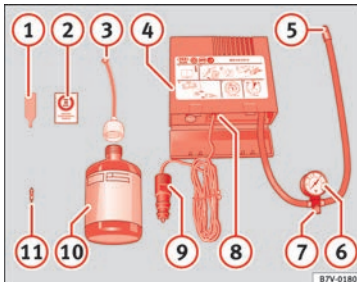

Fig. 58 Representación estándar: contenido del kit antipinchazos.
- Desenrosque la caperuza y el obús de la válvula del neumático. Utilice el aparato »» fig. 58 ① para extraer el obús. Colóquelo en una superficie limpia.
- Agite con fuerza la botella de sellante de neumáticos »» fig. 58 ②.
- Enrosque el tubo de inflado »» fig. 58 ③ en la botella de sellante. El precinto de la botella se romperá automáticamente.
- Retire el tapón del tubo de llenado »» fig. 58 ③ y enrosque el extremo abierto del tubo en la válvula del neumático.
- Vuelva a colocar el obús con el aparato »» fig. 58 ① en la válvula del neumático.
- Enrosque el tubo de inflado del neumático del compresor »» fig. 58 ⑤ en la válvula del neumático.
- Compruebe que el tornillo de evacuación de aire está cerrado »» fig. 58 ⑦.
- Acople el conector »» fig. 58 ⑨ a toma de corriente de 12 voltios del vehículo »» ícono pág. 146.
- Conecte el compresor de aire con conmutador ON/OFF »» fig. 58 ⑧.